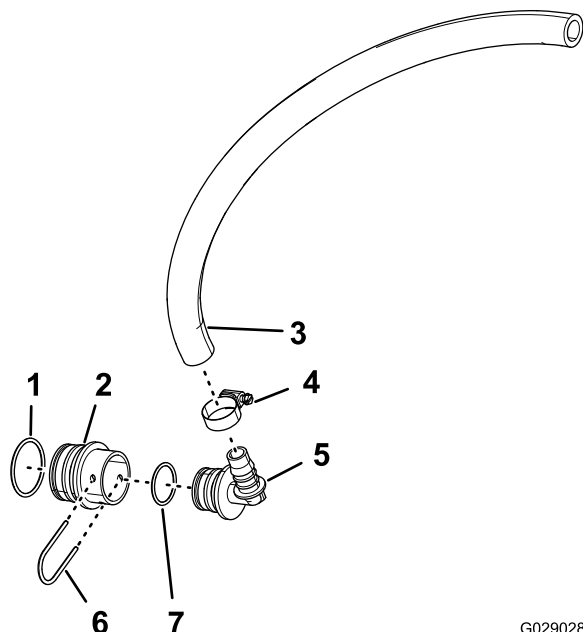

Figura 37
- Montate l'O-ring grande nella scanalatura per O-ring del mozzo del riduttore e l'O-ring piccolo nella scanalatura per O-ring del raccordo del mozzo a 90° (Figura 37).
- Montate il raccordo del mozzo a 90° sul mozzo del riduttore e fissate i raccordi con un fermo (Figura 37).
- Montate il flessibile di trasferimento 1,9 x 61 cm sull'estremità dentellata di un raccordo del mozzo a 90° e fissate il flessibile e il raccordo con una fascetta stringitubo (Figura 37).